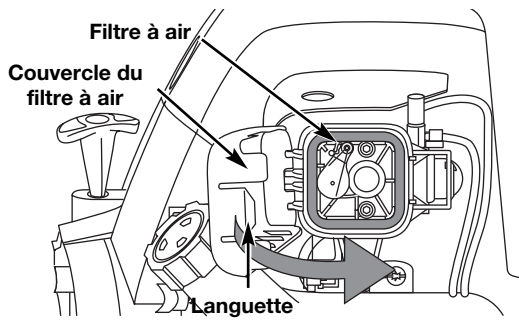

Fig. 28
8. Pivotez le couvercle vers la droite jusqu'à ce que la languette du couvercle du filtre s'enfonce d'un déclic dans la plaque arrière (Fig. 28).